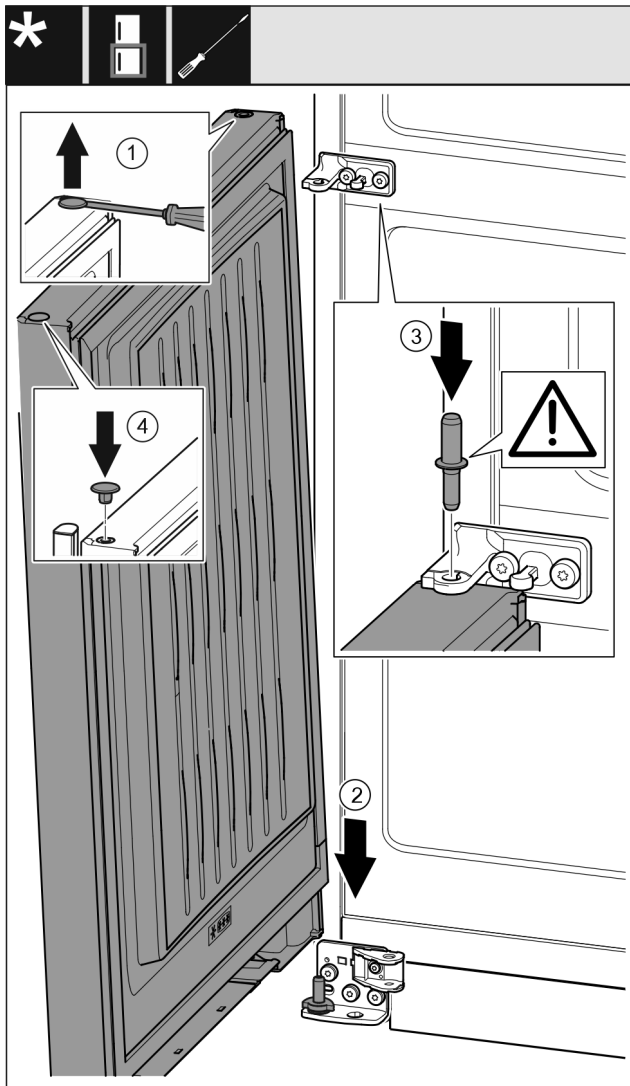

Fig. 41
- ▶ 用带槽螺丝刀小心地提起堵头并将其拉出。 Fig. 41 (1)
- ▶ 从上方将冰箱门放在下面的轴承螺栓上。 Fig. 41 (2)
- ▶ 中间轴承螺栓通过中间托架放置在冰箱下方门内。同时注意止动凸轮需指向后方。 Fig. 41 (3)
- ▶ 将堵头重新放入门的另一侧。 Fig. 41 (4)